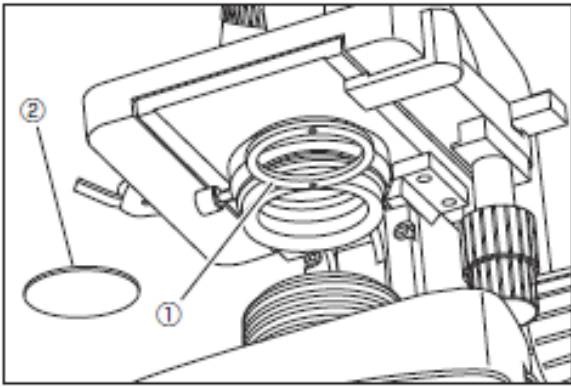

図7
#### 4 カラーフィルターの取り付け（図7）
- ① コンデンサー・ブラケット①を図7のように回してください。
- ② 必要なフィルター②をブラケットのホルダーに付けてから、ブラケットを回して正しい位置に戻してください。